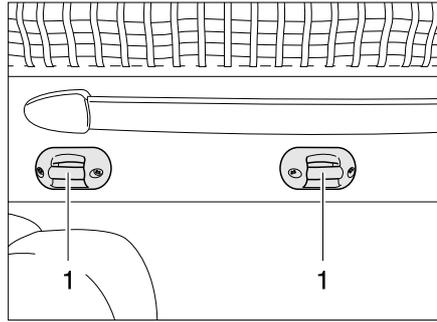

Bild 110 Halterung Aufstiegsleiter
- Die Aufstiegsleiter mit beiden Bügeln in die Krampen (Bild 110,1) am Hubbett einhängen.